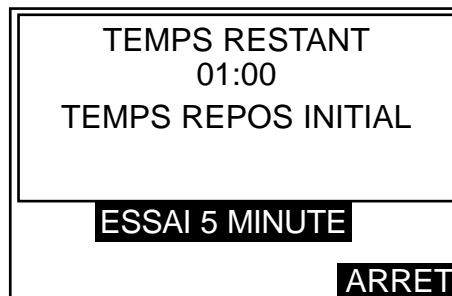

Figure 31. Écran d'affichage du temps de repos initial.
2. Lorsque vous appuyez sur la touche DE PART, l'écran de la Figure 31 apparaît.
2. Lorsque vous appuyez sur la touche DEPART, l'ESSAI 1 se déclenche. L'affichage illustré à la Figure 31 apparaît. Il indique que le temps de repos initial a été enclenché et le temps restant vient s'inscrire en minutes et secondes.
2. Une pression sur la touche DEPART enclenche l'ESSAI 1 et l'écran de la Figure 31 apparaît. Cet écran indique que le temps de repos initial de 2 minutes 20 secondes a été enclenché et le temps restant vient s'inscrire. Dès que le temps de repos initial s'est écoulé, la tension d'essai élevée est automatiquement mise en circuit et envoyée à l'échantillon. Un écran identique à la Figure 32 apparaît.
2. Lorsque vous appuyez sur la touche DEPART, l'ESSAI 1 est enclenché et l'écran de la Figure 31 apparaît. Si vous l'avez sélectionné, l'agitateur se met en route et continue de tourner pendant toute